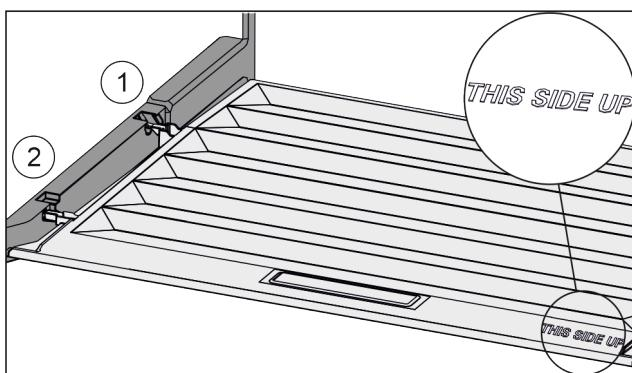

Fig. 39
- ▶ Prečke poklopca uvedite preko otvora stražnjeg držača Fig. 39 (1) i uglavite ih u držač Fig. 39 (2).